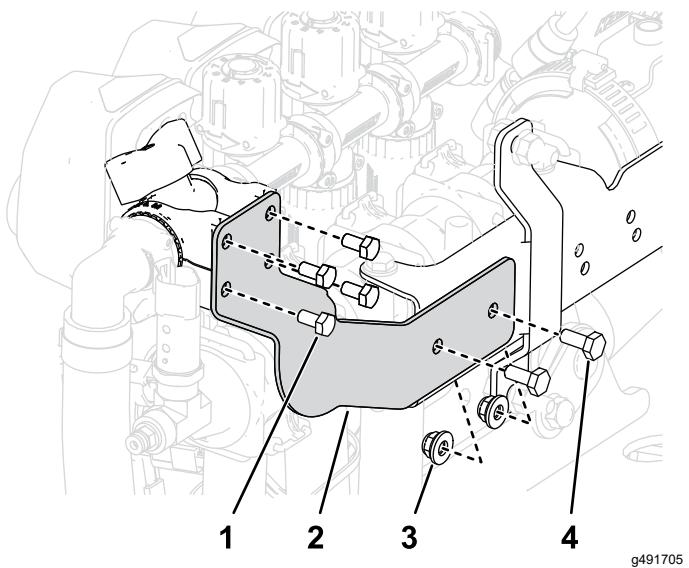

図 24
- 既存の調節弁ブラケットと既存の調節弁を取り外す(図 24)。